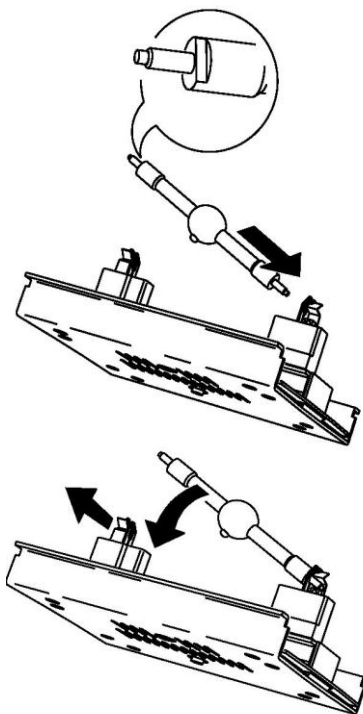

Рисунок 6: установка лампы
4. См. рисунок 6: расположим колбу так, чтобы её сосок смотрел назад, вставьте правый край новой лампы в патрон. Отогните левый зажим и вставьте другой край лампы.